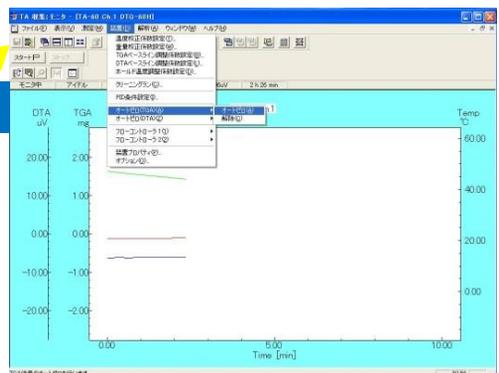

図4 収集:モニタ
⑥ パソコン上(図4参照)で「装置→オートゼロ(TGA)→オートゼロ」を設定し、風袋重量を引く(ゼロに)。
⑪ パソコン上(図4参照)で「スタート P」をクリックすると、測定が開始する。(画面が青からピンクになる)